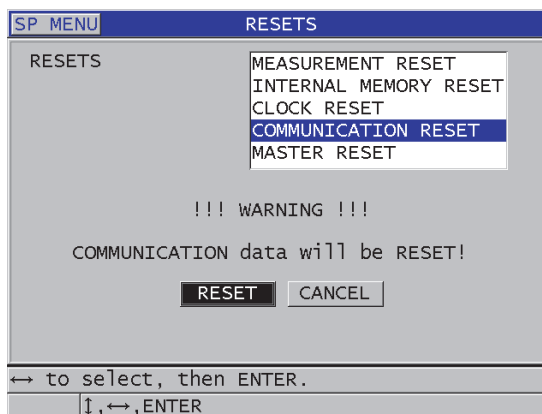

Figura 14-13 Selección del parámetro REINICIO DE COMUNIC.
3. En la pantalla **REINICIOS** (ver Figura 14-13 en la página 301):